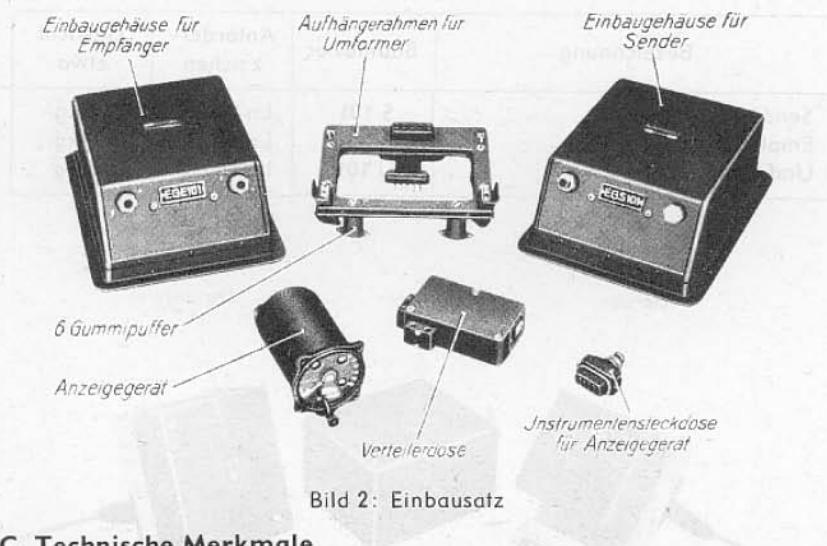

Bild 2: Einbausatz
und der Einbausatz (Bild 2):
1. Das **Anzeigegerät** (Bild 2) von großer Flugzeugnorm zeigt nach Einbau in das Gerätebrett die Höhenskala und die beiden einzigen Bedienungsknöpfe der Anlage (Meßbereichknebel und Eichknopf). Steht der Meßbereichknebel nach links, so ist der untere Meßbereich eingeschaltet, und es erscheinen in den Ausschnitten der Skala die Zahlen 0, 50, 100, 150. In der Rechtsstellung des Knebels zeigen sich — dem oberen Bereich entsprechend — die Zahlen 0, 500, 1000, 1500. Der mechanische Nullpunkt liegt unterhalb der Höhe „0“ und entspricht dem restlichen Abstand zwischen Tragfläche und Boden bei am Boden stehendem Flugzeug. Der rote Strich bei 60 m dient zur Eichung. Der Eichknopf ist ausziehbar und erreicht, wenn man ihn bei der Eichung in dem einen oder anderen Richtungssinn dreht, einen Anschlag. Ein Drehen am Eichknopf in nicht gezogenem Zustand verstellt nicht die Eichung.
2. Das **Einbaugehäuse für Sender** und das **Einbaugehäuse für Empfänger** (Bild 2) gleichen sich in den äußeren Ausmaßen. Es sind Metallkästen mit einem in die Unterseite einschwenkbaren Deckel. Sie werden auf die mit entsprechenden Ausschnitten versehene Innenhaut der Tragfläche montiert und schließen so Sender und Empfänger allseitig dicht ab. Im Inneren der Gehäuse befindet sich eine Brücke mit Kontakteleiste und Klemmbrettern für die Anschlußkabel. Die Brücke wird zur einfacheren Kabelmontage herausgenommen.
3. Der **Aufhängerahmen** für den Umformer, ebenso die **Verteilerdose**, sind aus Bild 2 ersichtlich.